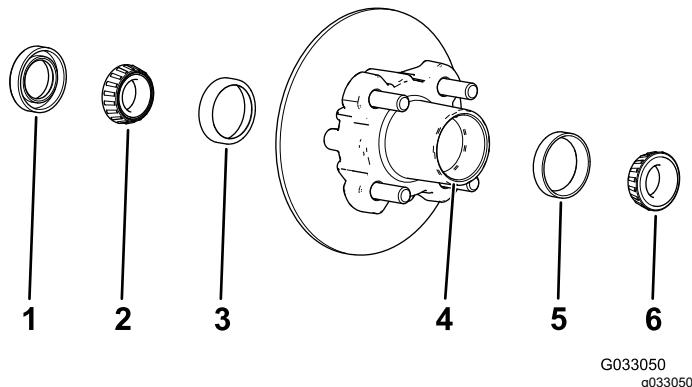

Figura 33
1. Retire el cojinete exterior y el anillo de rodadura del cubo (Figura 33).
2. Retire la junta y el cojinete interior del cubo (Figura 33).
5. Limpie el hueco del cubo para eliminar cualquier resto de grasa, suciedad y residuos (Figura 33).
7. Llene el hueco del cubo hasta un 50-80% de su capacidad con grasa del tipo especificado (Figura 33).
8. Monte el cojinete interior sobre el anillo en el lado interior del cubo e instale la junta (Figura 33).